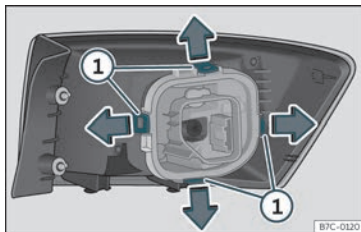

Fig. 50 Linguetas de fixação na parte posterior da unidade de luz traseira.
- Desmonte o porta-lâmpadas desbloqueando as linguetas de fixação»» **Fig. 50** ①.